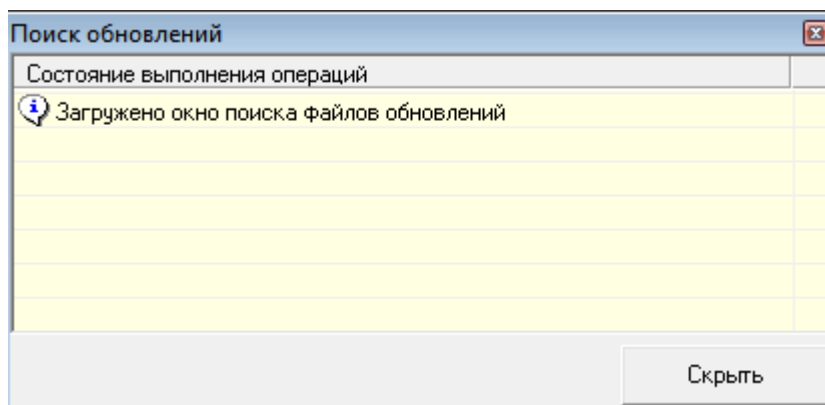

Рис.2.5. Окно Поиска обновлений
- нажимаем - “ДА”, далее идет поиск обновлений (см. рис.2.5)